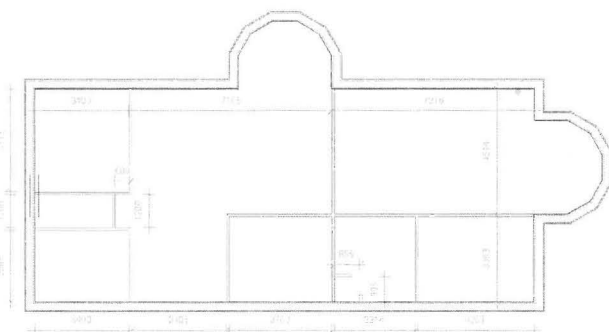

Fig. 07.04. Omridset af terrændækket. Sørg for at linierne danner en lukket enhed.
- Tegn omridset af terrændækket, ved at klikke langs indersiden af ydervæggen, fra hjørne til hjørne, indtil der er en lyserød streg langs alle kanter (Fig. 07.04).